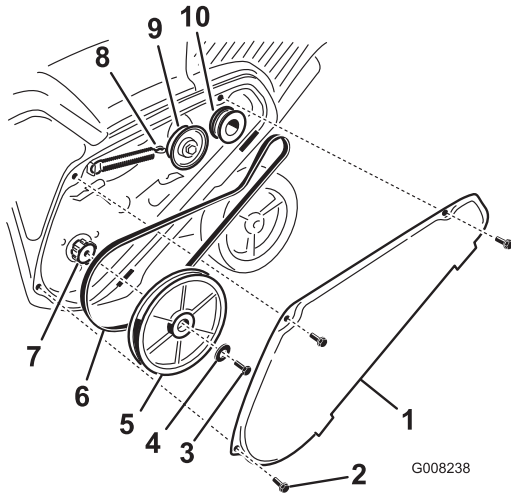

Figure 34
1. Enlevez le couvercle de la courroie d'entraînement après avoir retiré les 3 boulons comme montré à la Figure 34.
2. Décrochez le ressort de frein du bras de la poulie de tension pour détendre la courroie (Figure 34).
3. Enlevez la vis et la rondelle bombée qui retiennent la poulie de rotor (Figure 34).
4. Retirez la poulie de rotor et la courroie d'entraînement (Figure 34).
Remarque: Acheminez la courroie neuve autour de la poulie du moteur, puis de la poulie de tension, et enfin autour de la poulie de rotor desserrée, située juste au-dessus de l'arbre de rotor (Figure 34).
6. Montez la poulie de rotor sur l'arbre de rotor (Figure 34).
7. Montez la rondelle bombée et le boulon de fixation de la poulie de rotor, et serrez-les solidement (Figure 34).